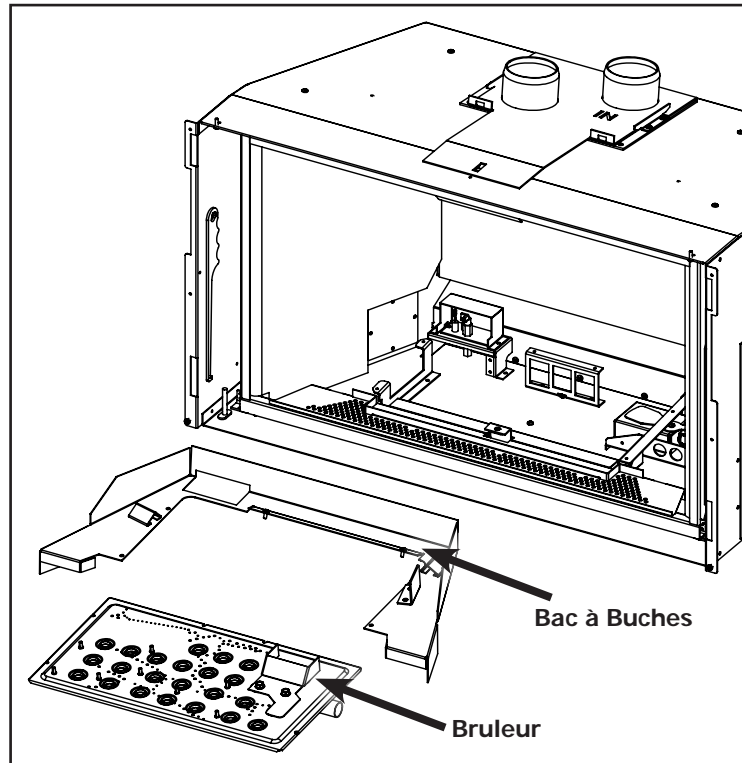

Figure 24: Dépose du brûleur.
- Utilisez un tournevis T20 pour retirer les huit vis fixant le couvercle de soupape Fig. 24.